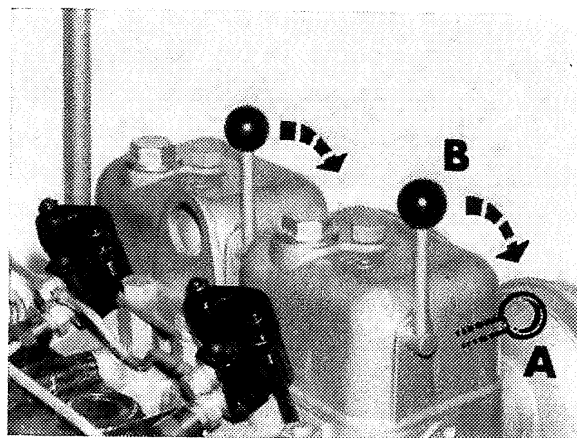

Fig. 5.
- 3b. **Moteur à démarrage manuel.** Placez les deux poignées de décompression en position verticale, B Fig. 5. Faites tourner le moteur aussi rapidement que possible à l'aide de la manivelle de démarrage et rabattez les poignées de décompression, l'une après l'autre, tout en continuant à actionner la manivelle. Pour faciliter le démarrage, branchez la surcharge de départ à froid.